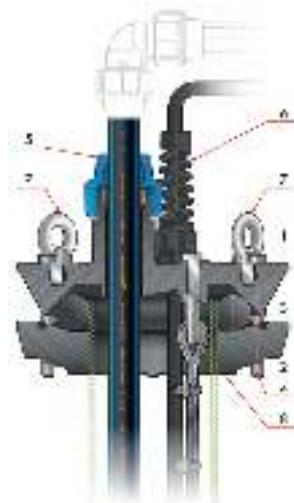

Рисунок 4
**Оголовок скважинный ОСП** (рисунок 4) состоит из основания (1), прижимного фланца (2), резинового кольца (3) и комплекта стяжных болтов (4) с шайбами и гайками.